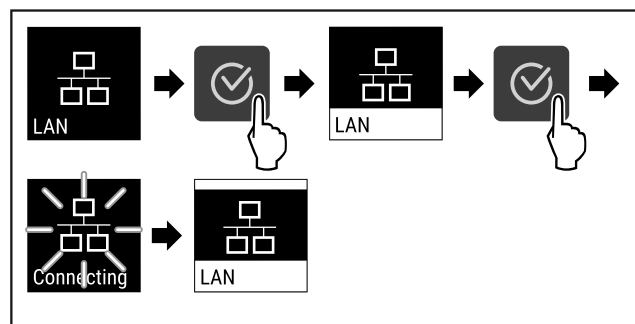

Fig. 91
- ▶ Genomför stegen (se Fig. 91).